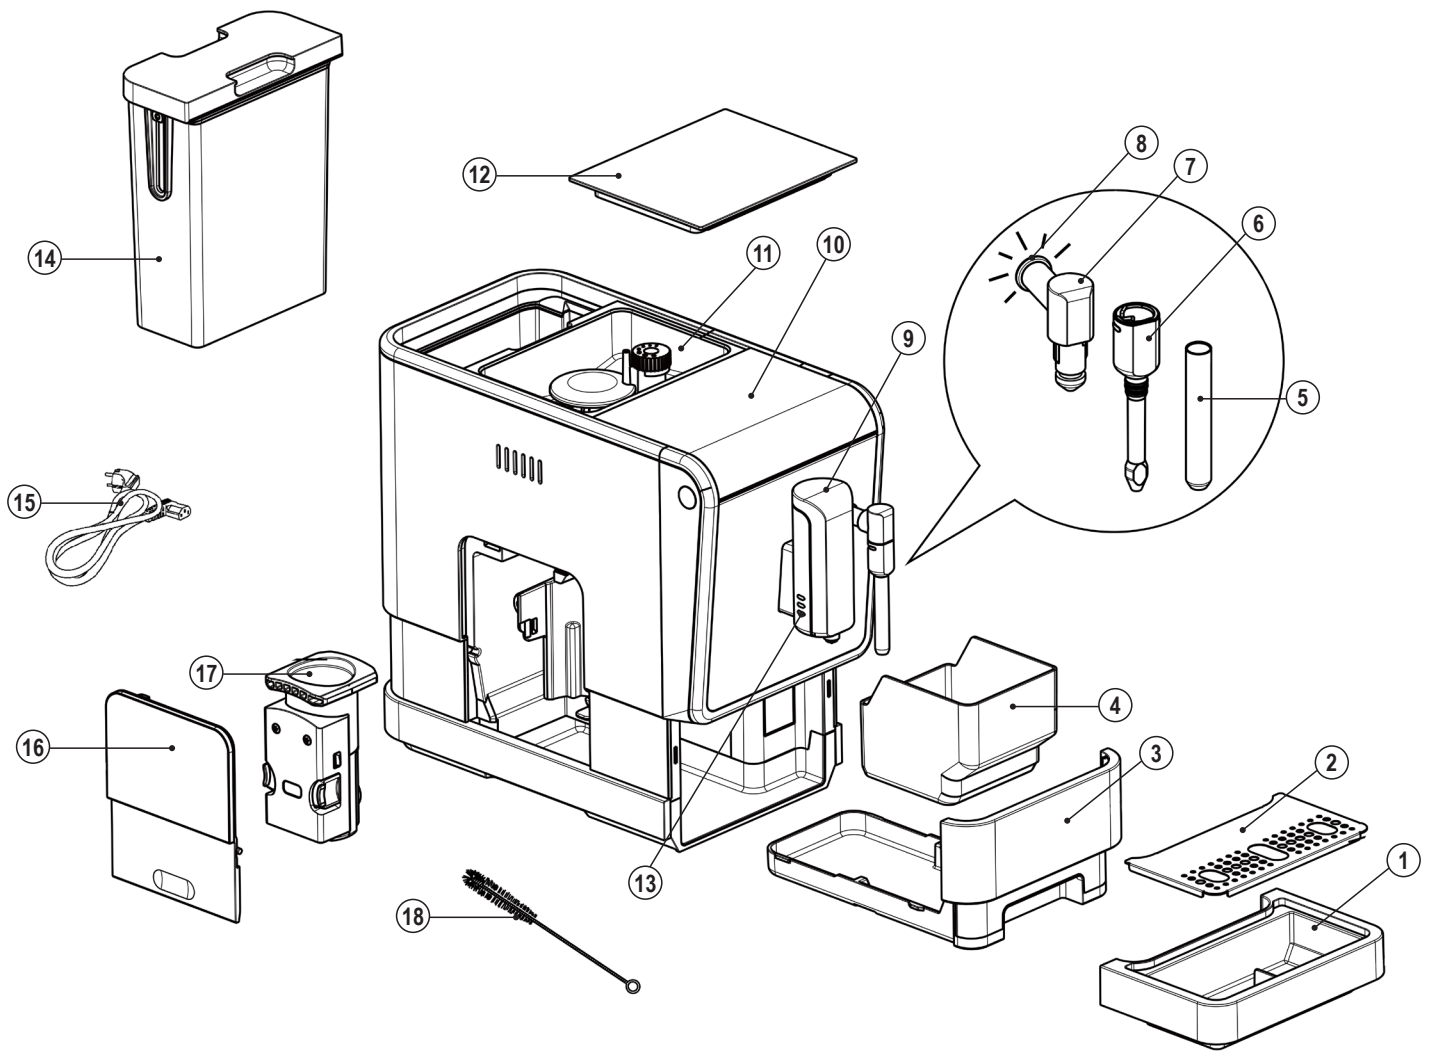

Fig.1
- Coloque una taza debajo de la salida de café (9) y ajuste la altura de la salida para que encaje. Dependiendo del tamaño del vaso (demasiado alto o demasiado ancho), puede retirar la bandeja de goteo (1) o ajustar la posición de la bandeja de goteo como se muestra en (Fig 1).
- Dependiendo del sabor del café que prefiera, presione el botón de café fuerte (J) o el botón de café suave (K).
- Mientras está haciendo café la iluminación taza (13) se activará.
**Consejo: El botón de café fuerte (J), con mayor intensidad de café se recomienda para café expés. Los volúmenes de los botones de café (J, K, L) se pueden ajustar (consulte el Apartado OTRAS CONFIGURACIONES / Volumen café y agua).**
**Nota: Presione el botón de agua caliente (I) (consulte la Sección AGUA CALIENTE) para limpiar el interior de la cafetera antes del primer uso.**